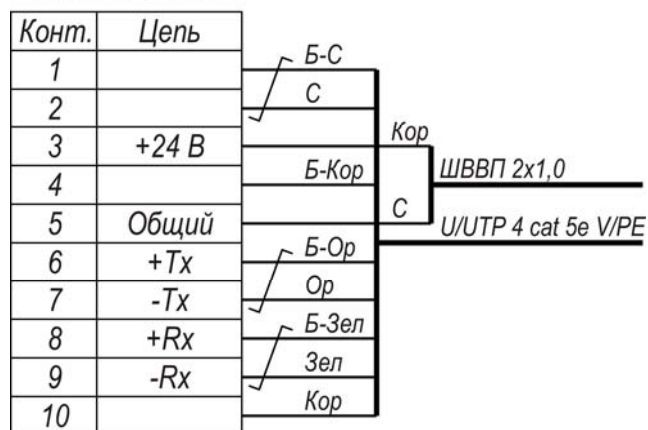

Рис.2 Схема шнура
4. Монтаж и подключение блока питания и сети Ethernet произвести в соответствии с руководством по эксплуатации ИМПФ.463132.003 РЭ (п.3) и рис. 2 данного паспорта.